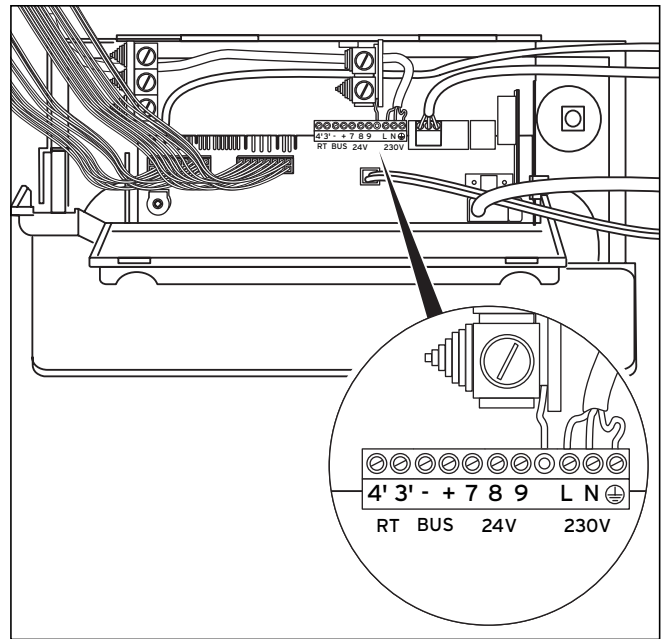

Рис. 5.13 Пример прокладки кабелей
- Подключите жилы к гнездам электроники (L, N и земля), см. рис. 5.13. Используйте соответствующий штекер ProE.
- Подключите жилы согласно рис. 5.13 к соответствующему штекеру ProE либо гнездам электроники.